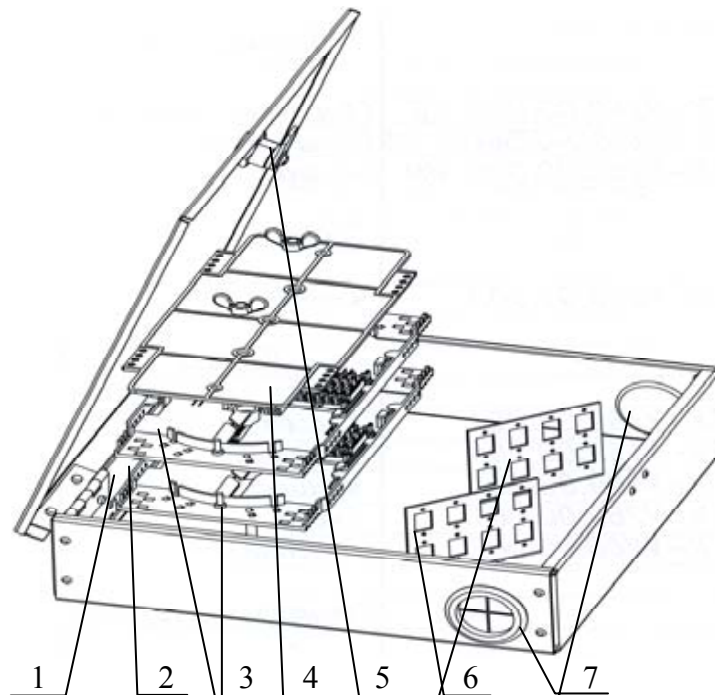

Рис. 2.4. Комплектация шкафа ШКОН
2.2.2. Шкафы ШКОН поставляются со следующей комплектацией: шкаф в сборе, комплект деталей для монтажа кабеля, паспорт (Рис. 2.4). Перечень установочных компонентов и принадлежностей показан в Приложении 1.